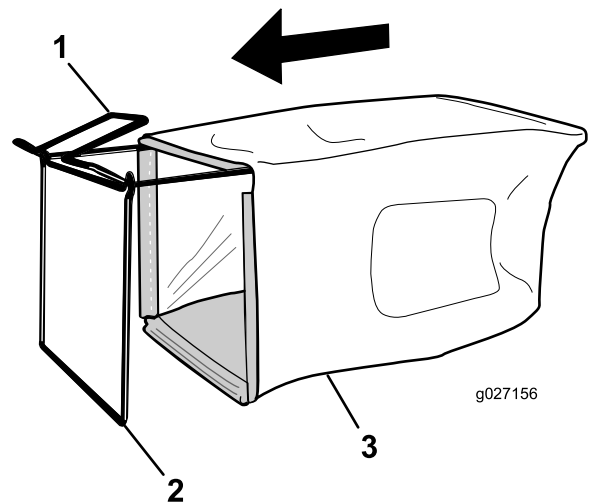

Figura 11
1. Infilate il cesto di raccolta sopra il telaio come illustrato in Figura 11.
**Nota:** Non infilate il cesto sopra la maniglia (Figura 11).